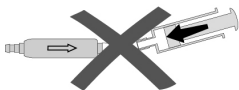

Abb. 6: Vermeidung Druckbeaufschlagung
- ▶ **Eine Druckbeaufschlagung mittels Einwegspritze sollte sowohl am proximalen als auch am distalen Ende vermieden werden (Abb. 6).**